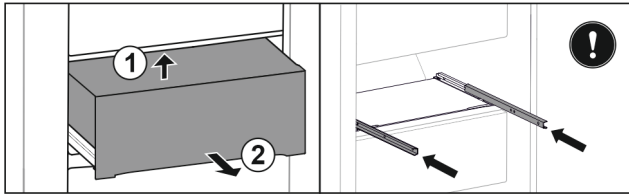

Fig. 135
- ▶ Løft skuffen bagtil nedefra. Fig. 135 (1)
- ▶ Tag skuffen ud fremefter. Fig. 135 (2)